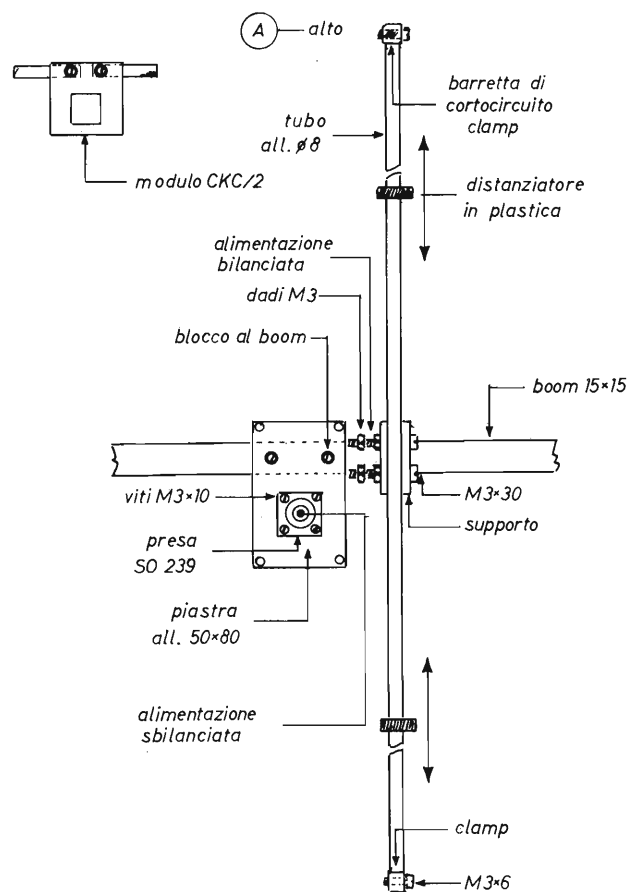

figura 5
Questo accessorio è opzionale. Nel caso descritto tuttavia si è rivelato utile per esigenze di carattere sperimentale e di praticità. La basetta non è altro che la base di una scatola TEKO misura minima. Essa è forata a $\varnothing 16$ mm per una presa coassiale Tipo VHF - SO 239 come è schematizzato nella figura 5.
c) Assemblare il tubo superiore ed inserirlo nelle clamp già predisposte allo scopo. Decidere la misura fuoritutto del radiatore e stringere le viti delle clamp e quelle delle basette distanziatrici. Una fase di assemblaggio è indicata nella figura 4/D, mentre il radiatore assemblato è visibile nella figura 5 (vista dall'alto).